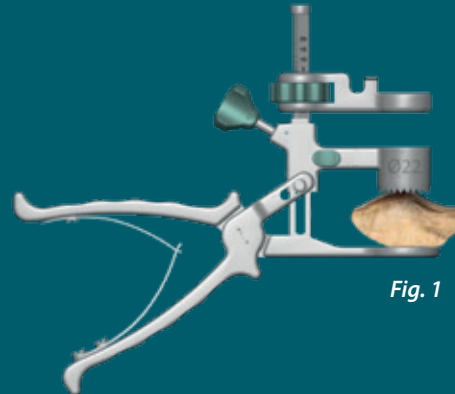

Fig. 1
2. La pince K est mise en place sur la rotule avec le guide fraise K correspondant au diamètre de l'implant rotulien envisagé. Le verrouillage de la pince est réalisé à l'aide de la molette et/ou du tournevis FHK®. (Fig. 1)